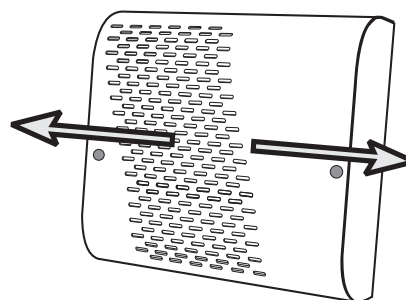

Fig. 1
2) Faire glisser le capot latéralement comme indiqué figure 1.